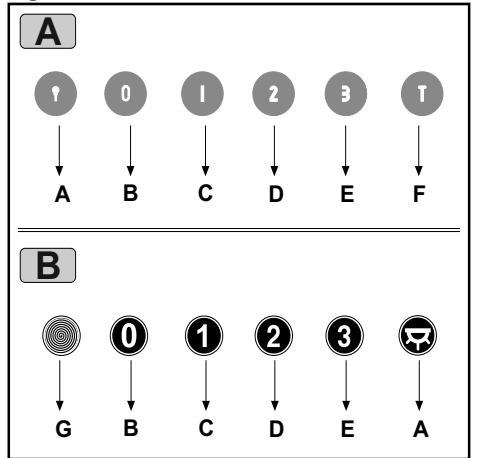

Fig.9
•COMANDI: (Fig.9 A) LUMINOSI la simbologia è di seguito riportata:
• COMANDI:(Fig.9 B) MECCANICI la simbologia è di seguito riportata: